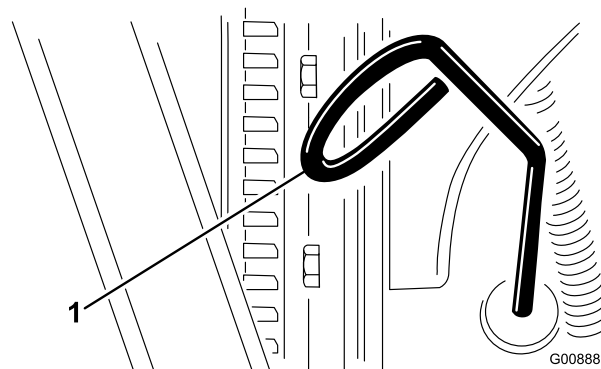

Figura 32
2. Retire a vareta (Figura 32) e limpe-a com um pano limpo .